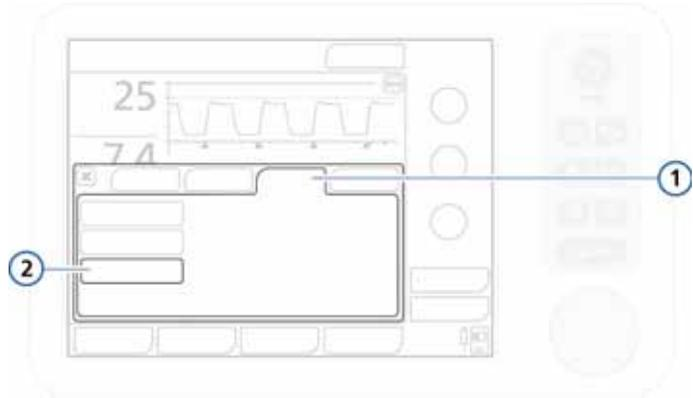

図 7-9. [グラフィック] タブ
2. [グラフィック] タブにタッチします。図 7-9 を参照してください。